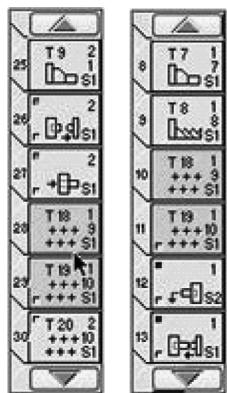

图 6-116 移动操作
5) 拖拽#18 和#19 刀具的程序到#9 和#10 操作之间, 如图 6-116 所示。这会把操作放在公共程序开始之前。